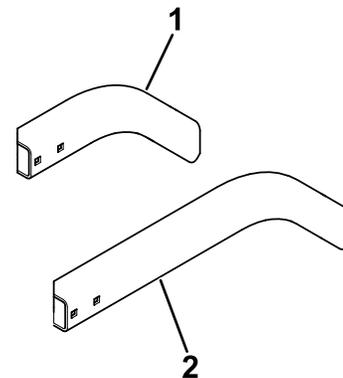

**Bild 18**
4. Befestigen Sie die linke kurze Befestigung mit zwei Schlossschrauben ( $\frac{5}{16}$ " x  $\frac{3}{4}$ ") und zwei Bundmuttern ( $\frac{5}{16}$ ") an der linken Befestigung, wie in Bild 18 dargestellt.